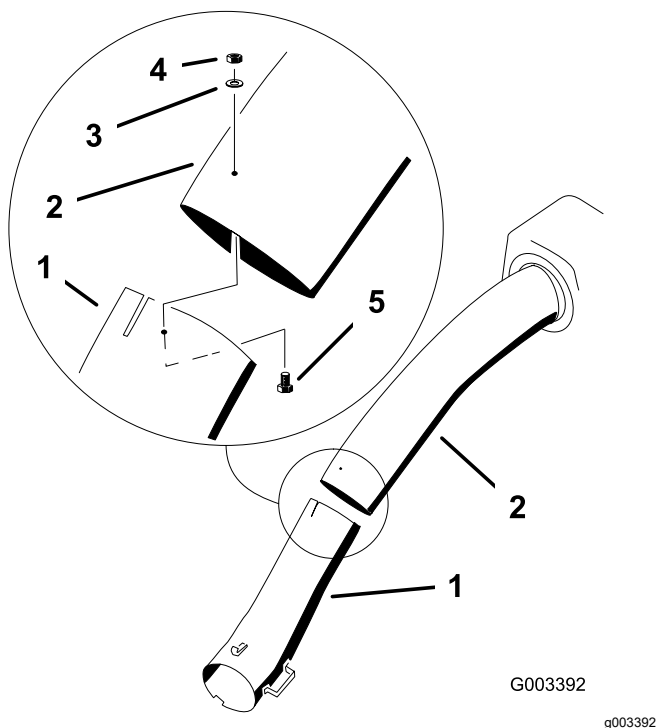

Figura 45
11. Una los tubos superior e inferior con 3 pernos (Nº 10 x ¾"), 3 arandelas planas (7/32"), y 3 contratueras (Nº 10), como se muestra en la Figura 45.